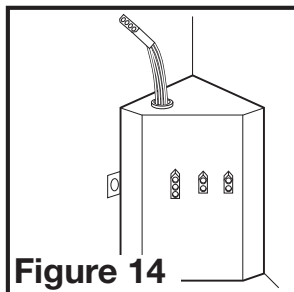

Figure 14
- MODÈLES DÉTECTION DE MOUVEMENT :** Branchez le cordon du moteur du ventilateur à 2 broches de connexion rapide dans le connecteur situé sur le côté du couvercle du compartiment de fil. Branchez le cordon du moteur à 3 broches de connexion rapide dans le court côté du câblage inclus, dans le connecteur situé sur le dessus de la couverture du compartiment de fil. Ces cordons ne peuvent être insérés que dans un seul sens dans les connecteurs (Figure 14).